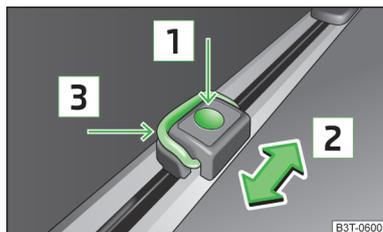

Abb. 102
- › Die Taste **1** » **Abb. 102** drücken und die Verzurröse in die gewünschte Position in Pfeilrichtung **2** schieben.
- › Den Bügel **3** » **Abb. 102** hochklappen und z. B. das Befestigungsnetz anbringen.